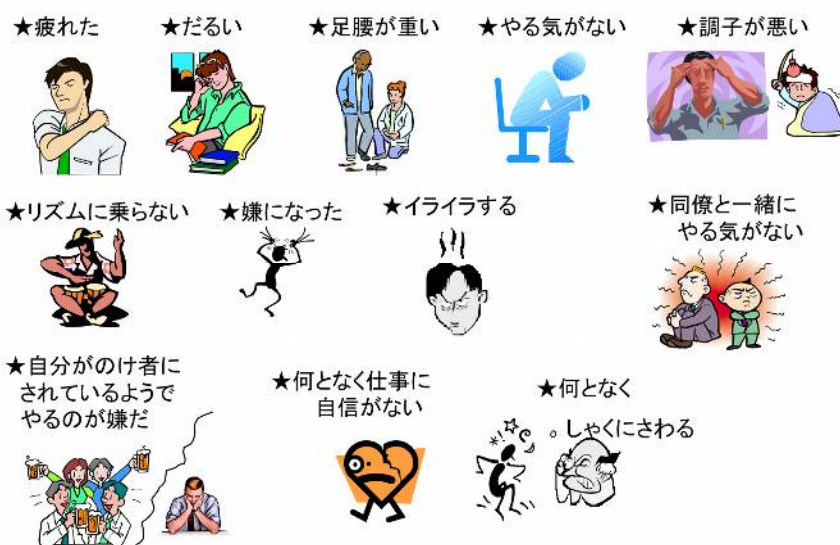

図3-8 注意すべき脳が円滑に働かない状態の例
に、図 3-8 に示した、疲れやストレス、さらには、極度の緊張などが関与するそうです。この対策に対しては、この種の健康管理や頭脳の活動を阻害する内容を取り去ると同時に、①十分な訓練を積む、②一息入れてから『指差し+呼称確認+W チェック』を行う。③W チェックでは、不十分と考え、3回(トリプル)チェックする、といった対策の追加が必要とされてきました。